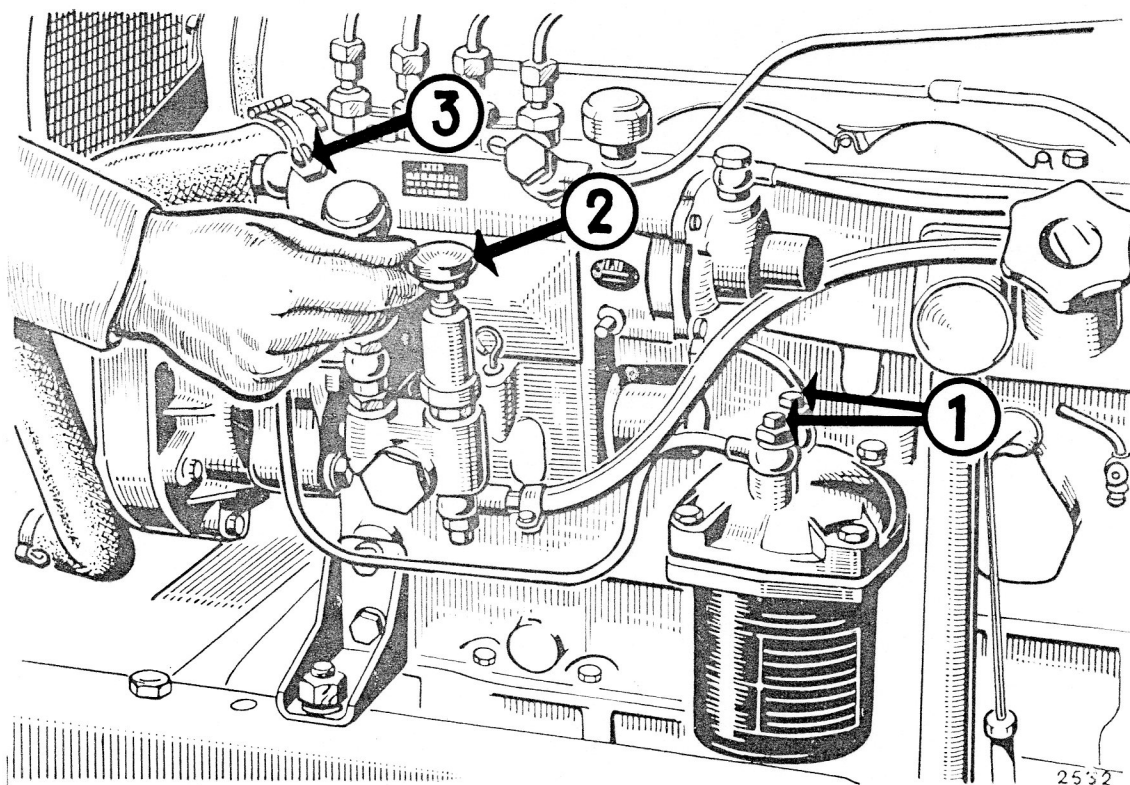

FIG. 8. — Filtre à combustible. — Pompes d'injection et d'alimentation.
- Dévisser de deux tours les deux vis situées sur le filtre à gas-oil (1 fig. 8) ;
- Dévisser le chapeau de la pompe d'amorçage à main (2 fig. 8) et l'actionner jusqu'à ce que le gas-oil s'écoule sans bulles d'air par le petit orifice pratiqué dans chacune des vis de purge du filtre à combustible.
- Dévisser de 2 tours la vis de purge située sur la pompe d'injection (3 fig. 8) et actionner à nouveau le piston de la pompe à main. Dès que le combustible sortira sans bulles d'air, rebloquer la vis et après quelques coups supplémentaires de pompe, revisser à fond le chapeau de cette dernière afin d'éviter des entrées d'air sur la périphérie du piston qui n'offre qu'une sécurité relative au point de vue étanchéité.